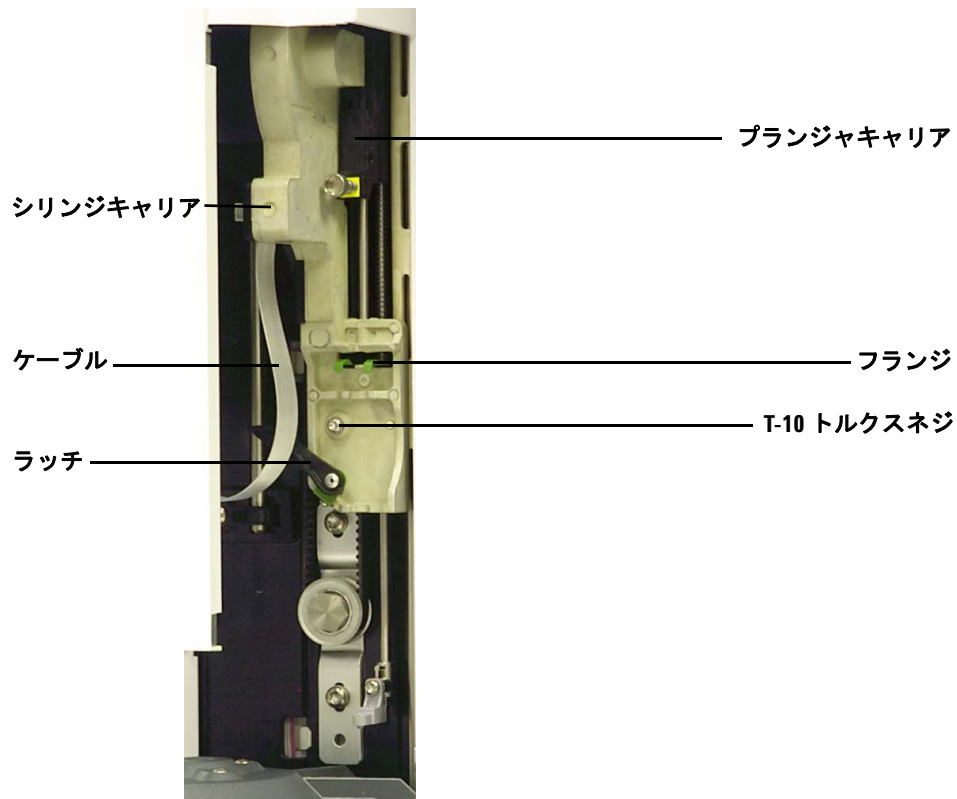

図 61 シリンジキャリアアセンブリの取り外し
- 5 シリンジキャリアアセンブリを一番上までスライドさせて、フランジと掛け金に手が届くようにします (図 61)。